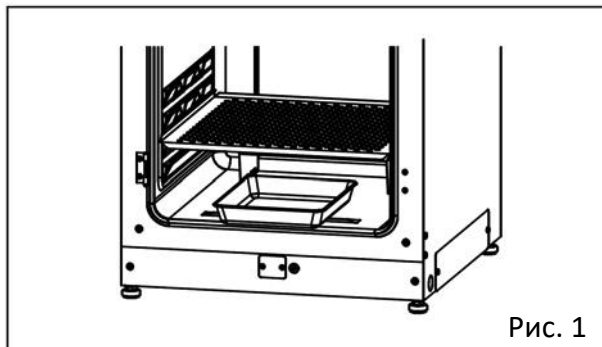

Рис. 1
1. Вытащите увлажнительный поддон на себя (Рис. 1).